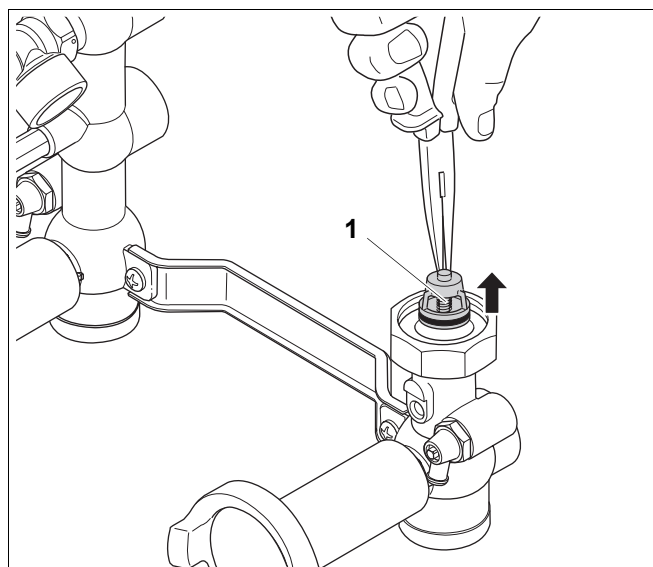

Рис. 6 Удаление обратного клапана
- Удалите обратный клапан (рис. 6, **поз. 1**).